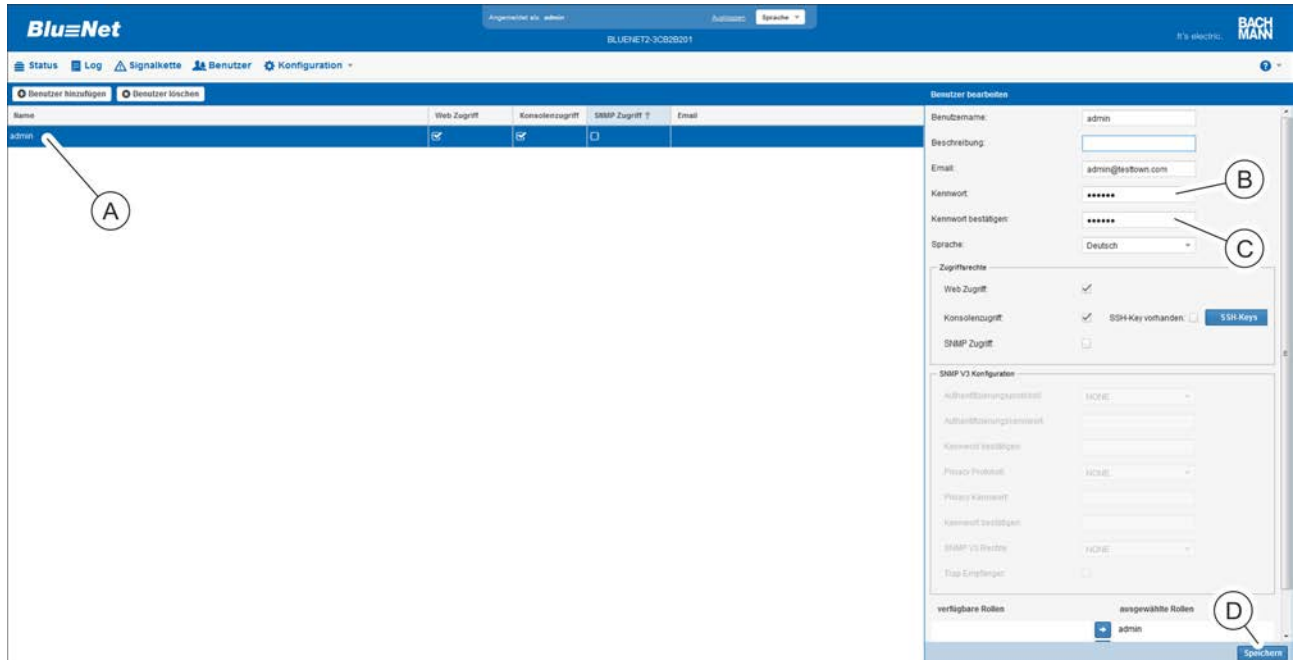

Abb. 125: Menü "Benutzer"
2. ➔ Im Menü "Benutzer" den gewünschten Benutzer auswählen (Abb. 125/A).
3. ➔ In der Detailansicht für den ausgewählten Benutzer ein neues Kennwort eingeben (Abb. 125/B) und bestätigen (Abb. 125/C).
4. ➔ Über die Schaltfläche „Speichern“ (Abb. 125/D) die Kennwortänderung bestätigen.